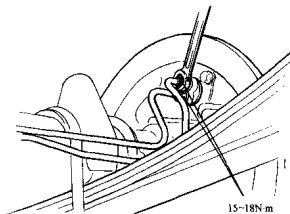

图 13-35
(10) 从油管端头拆下通气螺塞盖, 然后将制动管连接到车轮制动分泵上, 并把连接螺母拧紧到规定的力矩 $14 \sim 18 \text{ N} \cdot \text{m}$ (图 13-35)。